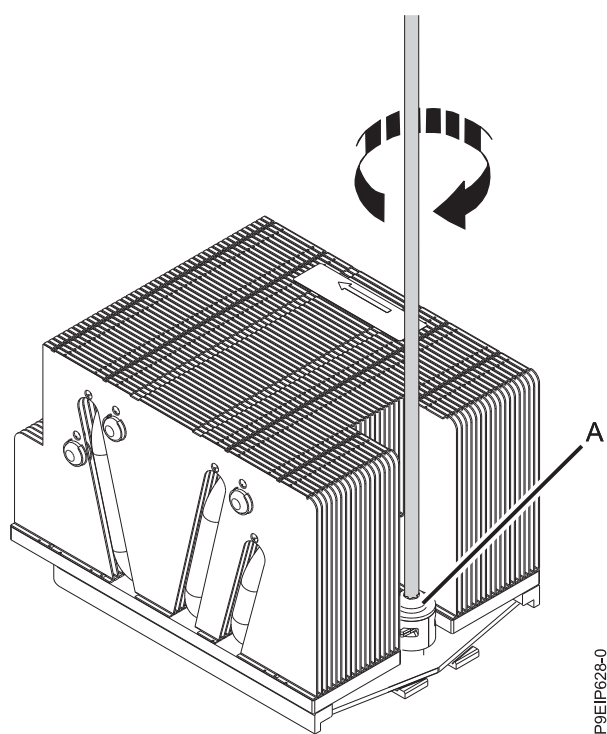

Figure 96. Serrage de la vis du bras de chargement
10. Serrez le bras de chargement (A) avec un tournevis Phillips n°3, comme indiqué dans la figure 96.